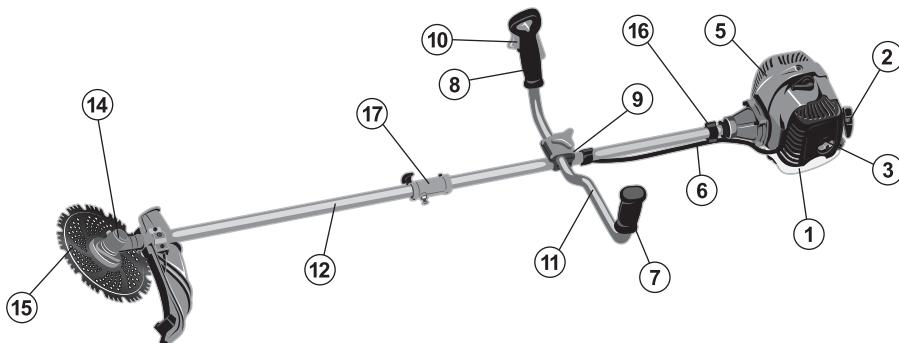

Рис.2. Расположение основных элементов бензотриммера:
Основные элементы и части бензотриммера представлены на рис. 2.
Ремень крепится к штанге с помощью держателя (16) (рис.2). Согласно рис.5 наденьте ремень на шею и пристегните карабин за одно из отверстий в держателе (16) (см. рис.2).